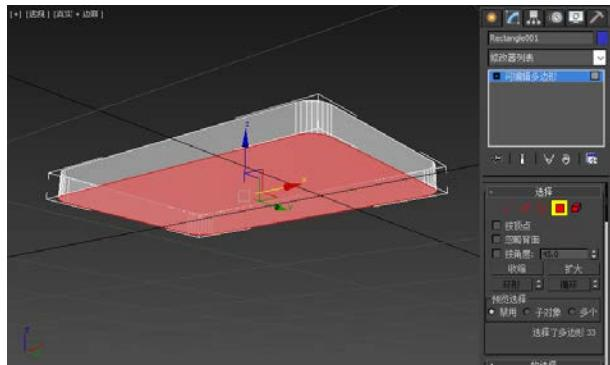

图 3-2-5 删除面
**STEP 05** 右击模型，在弹出的快捷菜单中执行【转换为】→【转换为可编辑多边形】命令，进入【修改】面板，单击【多边形】按钮或按【4】键，进入【多边形】子对象，选择视图中的多边形，按【Delete】键将其删除，如图 3-2-5 所示。